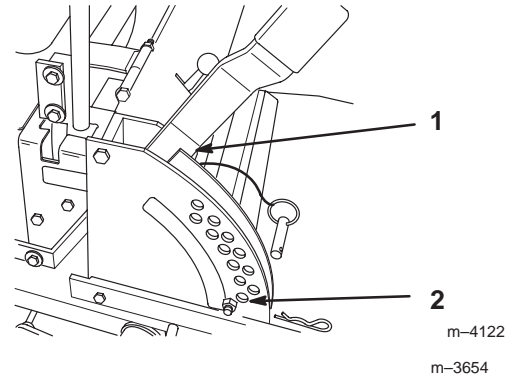
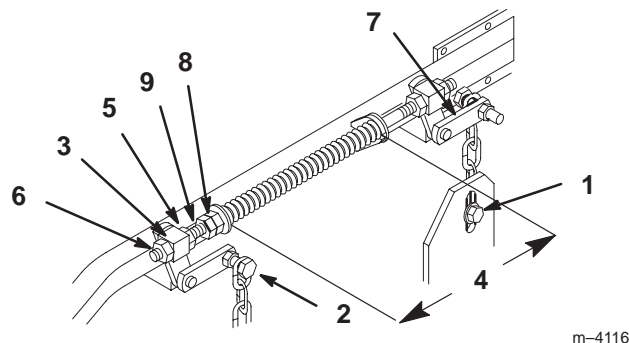

Figure 55
Figure 56
4. Relevez le plateau de coupe en position de transport (Fig. 55). Détendez les deux grands ressorts de levage du plateau en desserrant autant que possible l'écrou de blocage et l'écrou avant, devant chaque ressort (Fig. 56).
5. Placez 2 cales épaisses (35 mm) sous les bords inférieurs arrière gauche et droit de la tondeuse. Placez 1 cale (44 mm) sous le bord inférieur central avant de la tondeuse, pas sous les supports des galets de protection. Sélectionnez la hauteur de coupe de 38 mm (Fig. 55).
6. Desserrez le boulon de chaîne inférieur dans la fente à l'arrière du plateau de coupe. Répétez la procédure de l'autre côté (Fig. 56).
7. Desserrez l'écrou de blocage avant et arrière de chaque côté du pivot avant. Continuez de desserrer jusqu'à ce que les chaînes avant soient desserrées et que le plateau repose sur les cales. Répétez la procédure de l'autre côté (Fig. 56).
8. Quand la visserie est desserrée, la tension encore présente dans les grands ressorts de soutien a tendance à faire tourner la poignée de levage du plateau de coupe vers le haut et à lui faire quitter la position de 38 mm. Appuyez fermement sur le bras de support arrière du plateau pour ramener la poignée de levage à cette position (Fig. 56).
9. Tout en continuant d'appuyer sur le bras de support arrière du plateau de coupe, tendez la chaîne arrière et serrez la visserie inférieure (Fig. 56). Vous pouvez maintenant relâcher le bras de support arrière. Répétez la procédure de l'autre côté.
14. Déplacez le levier de relevage du plateau de coupe à la position de transport (Fig. 55).
15. Réglez les ressorts de compression en tournant les écrous avant de façon à obtenir un espace de 260 mm entre les deux grandes rondelles, puis serrez l'écrou de blocage (Fig. 56).